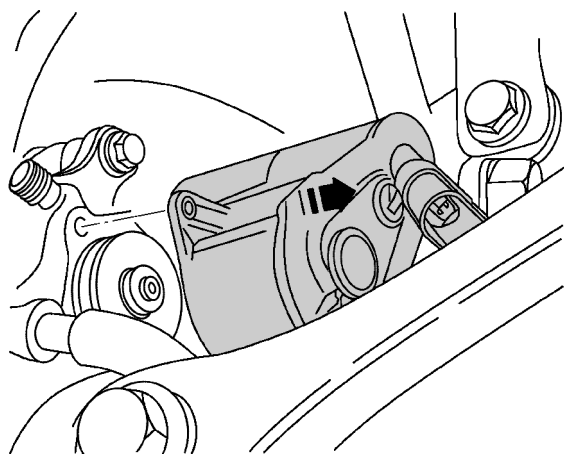

图 3-2-73 将伺服电动机沿箭头方向取下
(3) 将伺服电动机沿箭头方向取下，如图 3-2-73 所示。